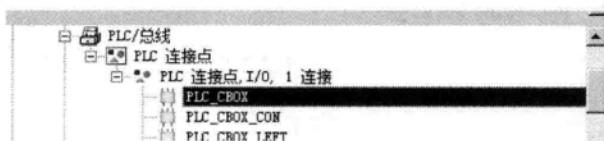

图 9-12 PLC 卡电源 L+
- ① 双击“=MCC+G1/51”进入 51 页。
- ② 选择“插入”→“符号”菜单项,弹出“符合选择”对话框,选择 PLC_CBOX 符号,如图 9-12 所示。